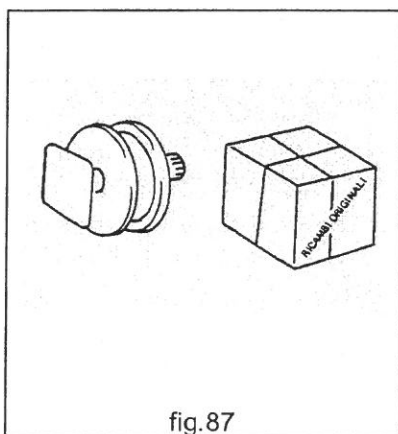

fig.87
- **MAI** usare ricambistica non originale o non consigliata dal costruttore (fig.87).